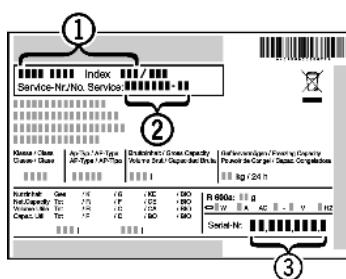

Fig. 14
- ▶ Обратитесь в сервисную службу и сообщите вид неисправности, наименование устройства Fig. 14 (1), сервисный № Fig. 14 (2) и серийный № Fig. 14 (3).